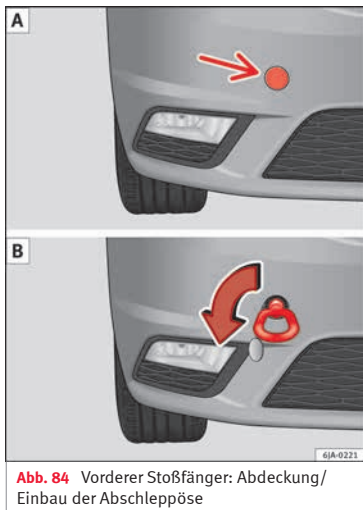

Abb. 84 Vorderer Stoßfänger: Abdeckung/ Einbau der Abschleppöse
- Drücken Sie auf den linken Teil der Abdeckung im Bereich des Pfeils »» **Abb. 84** **A**.
- Schrauben Sie die Abschleppöse mit der Hand nach links bis zum Anschlag ein »» **Abb. 84** **B**.